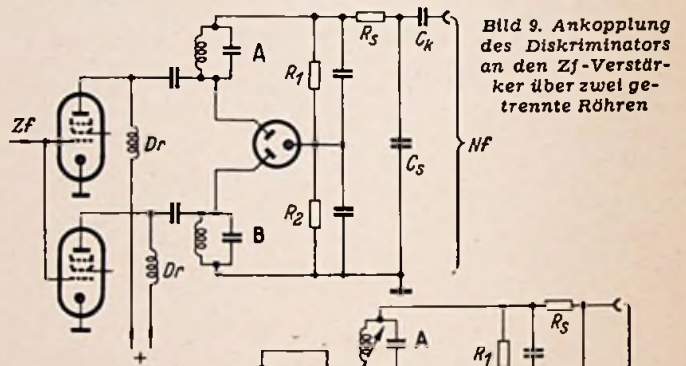

Bild 9. Ankopplung des Diskriminators an den Zf-Verstärker über zwei getrennte Röhren
a) mit zwei getrennten Röhren erfolgen, die gitterseitig zusammengeschaltet sind (Bild 9). Nachteilig ist der